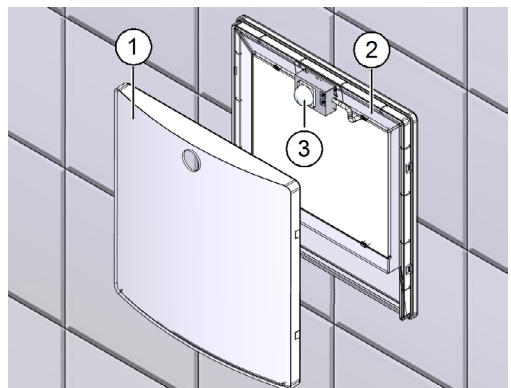

Abb. 12: Ansaugdeckel entfernen
- ▶ Greifen Sie an einer Ecke von unten in den Ansaugdeckel (Pos. 1 in Abb. 12) und ziehen Sie den Ansaugdeckel vom Filterträger (Pos. 2 in Abb. 12) ab. Die Potentiometer zur Einstellung der Lüfterfunktion befinden sich am Bewegungsmelder (Pos. 3 in Abb. 12).
- ▶ Setzen Sie den Ansaugdeckel (Pos. 1 in Abb. 12) auf das Gerät auf.
Das Potentiometer befindet sich am Bewegungsmelder (siehe Pos. 3 in Abb. 12 auf Seite 21).